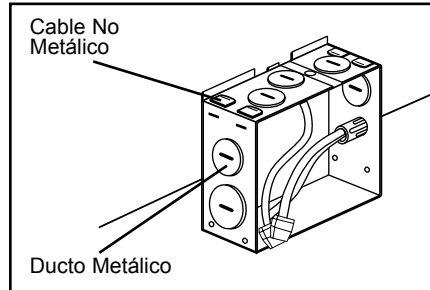

Figura 8
Paso 2. Quite la tapa de la caja de conexiones. Quite los troqueles correspondientes para acomodar el tipo de servicio eléctrico que se usará/permitido por su código eléctrico local (Figura 8):